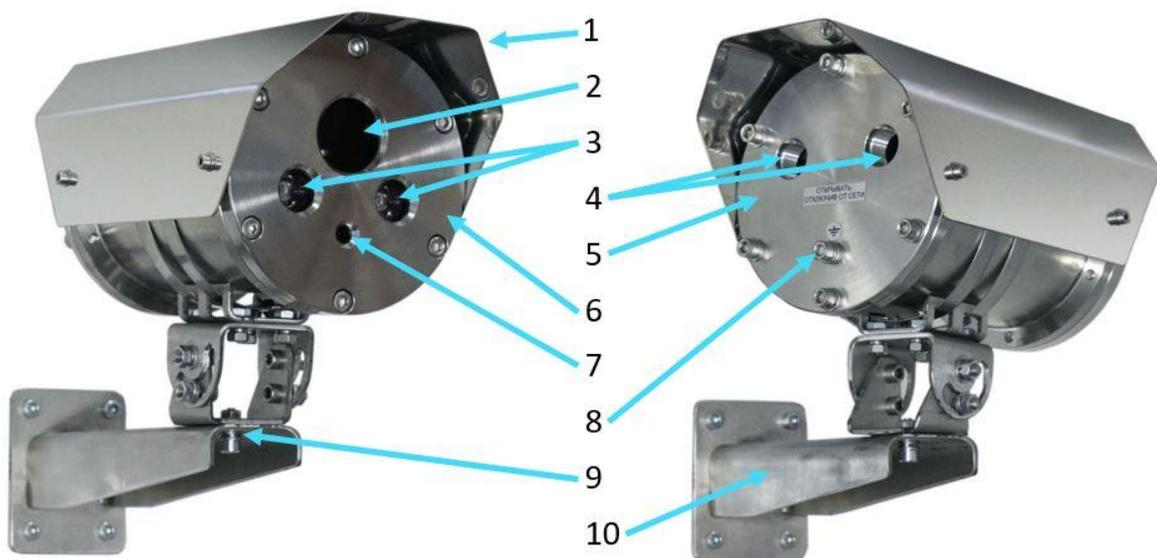

Рисунок 2 – Внешний вид видеокамеры
- Открутить винт (9) и отсоединить от видеокамеры крепежно-юстировочное устройство (10), рис. 2;
- Закрепить крепежно-юстировочное устройство (10) на установленное проектом место;
- Открутить фиксирующие винты и отделить заднюю крышку (5) от корпуса видеокамеры. Отделять заднюю крышку осторожно, чтобы не повредить провода от видеомодуля и ИК-подсветки.
• Через кабельные вводы (4) завести внешние питающий и сигнальный кабели, подключить их к плате коммутации видеокамеры согласно схеме подключения, рис 3;
- Установить видеокамеру на крепежно-юстировочное устройство (10), включить монитор, нацелить камеру на контролируемую зону и зафиксировать винтом (9), рис. 2;